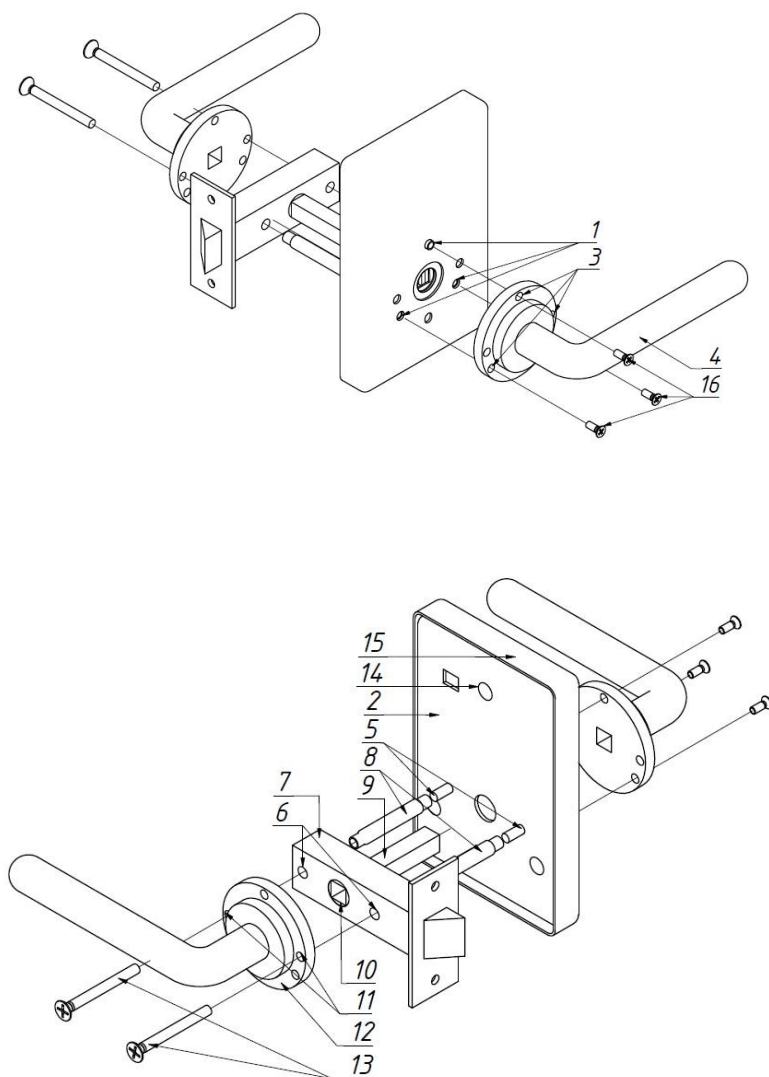

Рис.3 – Схема установки.
При описании монтажа предполагается, что врезной замок/защёлка (7) (см. рисунок 3) уже был установлен в полотно двери. Перед началом монтажа необходимо убедиться в том, что расположение крепежных отверстий (1) на замке (2) совпадают с отверстиями (3) на розетке ручки (4), положение крепежных шпилек (5) на замке (2) совпадает с положением отверстий (6) в замке/защелке (7), диаметр втулки стяжной (8) меньше, чем диаметр отверстия (6) в замке/защелке.